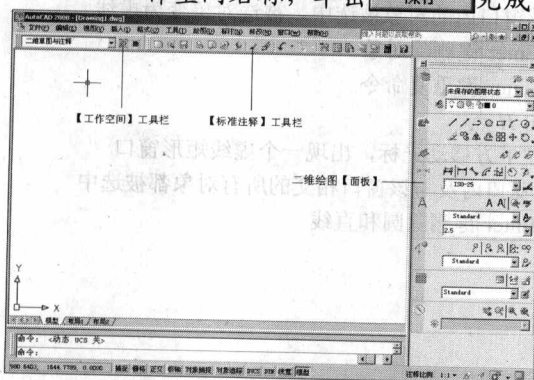
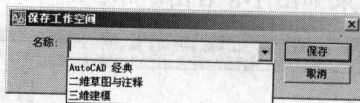

图1-9 “二维绘图与注释”工作空间
图1-10 【保存工作空间】对话框
- (1) 利用默认的样板文件“acadiso.dwt”创建新图形。
- (2) 打开【工作空间】工具栏中的下拉列表,选择“二维草图与注释”选项,进入“二维草图与注释”工作空间,如图 1-9 所示。该空间包含【工作空间】工具栏、【标准注释】工具栏及二维绘图【面板】。【面板】中包含了二维绘图常用的命令按钮,选取菜单命令【工具】/【选项板】/【面板】即可打开或关闭该面板。
- (3) 将光标放在任一工具栏上,单击鼠标右键,弹出快捷菜单,选择【绘图】及【修改】选项,打开【绘图】及【修改】工具栏。
- (4) 打开【工作空间】工具栏中的下拉列表,选择【将当前工作空间另存为】选项,弹出【保存工作空间】对话框,如图 1-10 所示。该对话框【名称】下拉列表中列出了已有的工作空间,选择其中之一或是直接在列表中输入新的工作空间名称,单击 **保存** 完成。